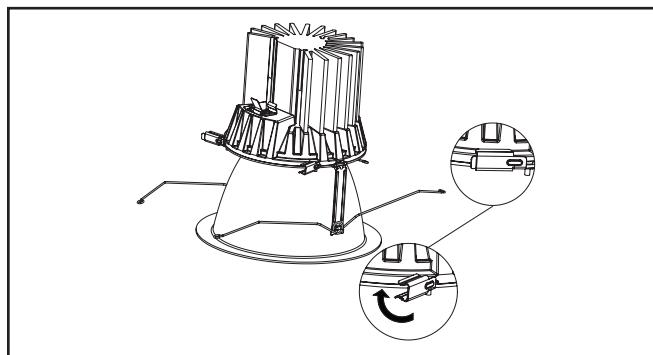

Figure 8
- Faites pivoter les fixations latérales (3) en place pour fixer fermement l'assemblage de la garniture au moteurgénérateur de lumière à DEL. (Figure 8)